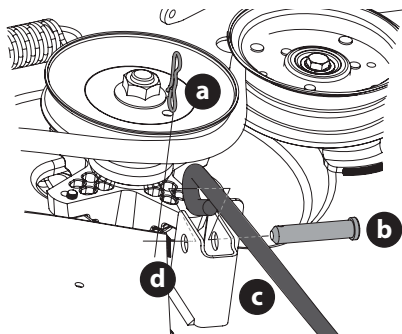

Figure 45
- b. Retirez la troisième goupille papillon (a) de l'axe de chape (b) qui fixe la tige de commande du plateau avant (c) au support de levage du plateau avant (d). Retirez l'axe de chape (b) (Figure 45).